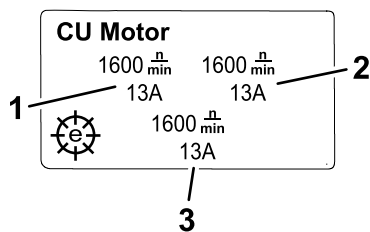

图 21
- **滚刀组马达信息屏幕** 图 21 显示每个滚刀马达的速度和电流。